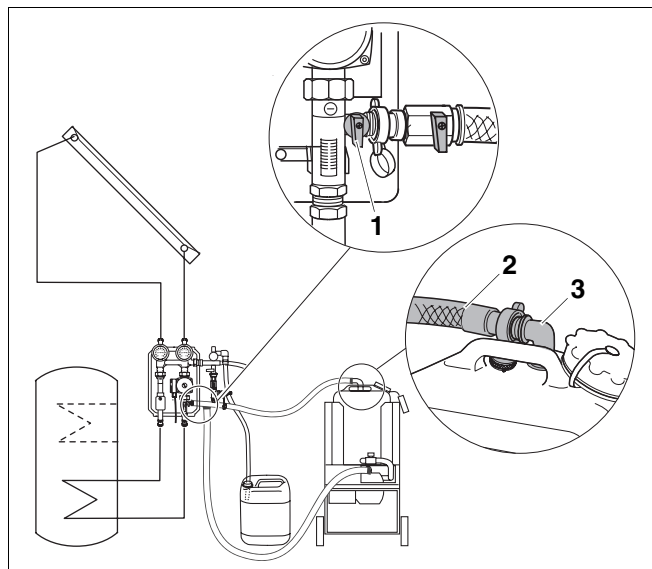

Abb. 20 Rücklaufschlauch entleeren und Befüllpumpe abbauen
- ▶ Schließen Sie den Kugelhahn (Abb. 20, **Pos. 1**) des Durchflussmengeneinstellers und lösen Sie den Rücklaufschlauch.
- ▶ Lassen Sie den Rücklaufschlauch (Abb. 20, **Pos. 2**) in den Behälter der Befüllpumpe leer laufen und schrauben Sie ihn danach vom Einfüllstutzen (Abb. 20, **Pos. 3**) des Behälters ab.